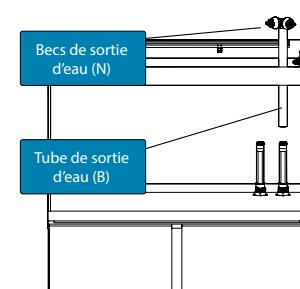

Fig. 4
- Insérer le bec de sortie d'eau (N) dans l'une des extrémités du tube de sortie d'eau (B). (Fig. 4).
- Insérer le tube de sortie d'eau (B) dans le tube de raccordement (A) (Fig. 4).
- Régler la hauteur du bec de sortie d'eau comme désiré en glissant le tube de sortie d'eau (B) le long du tube de raccordement (A).
- Les bacs de sortie d'eau (N) se tournent aisément afin de diriger le débit d'eau dans la direction souhaitée.